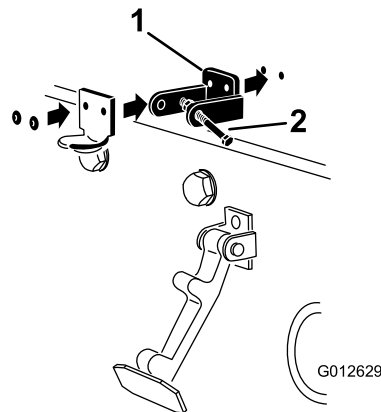

Figura 7
4. Mentre allineate i fori di montaggio, posizionate la staffa di bloccaggio e la staffa del fermo del cofano sul cofano (Figura 7).
6. Rivettate le staffe e le rondelle al cofano (Figura 7).